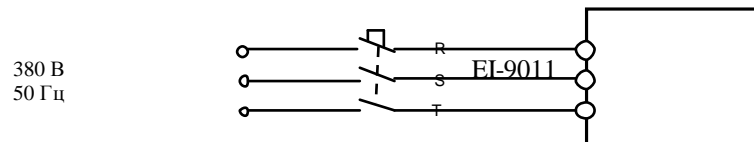

Рис. 4.24. Подключение ПЧ к сети ~3ф 380 В.
4.13.3. Подать напряжение питания 3Ф ~380 В на преобразователь, как показано на рис. 4.24.